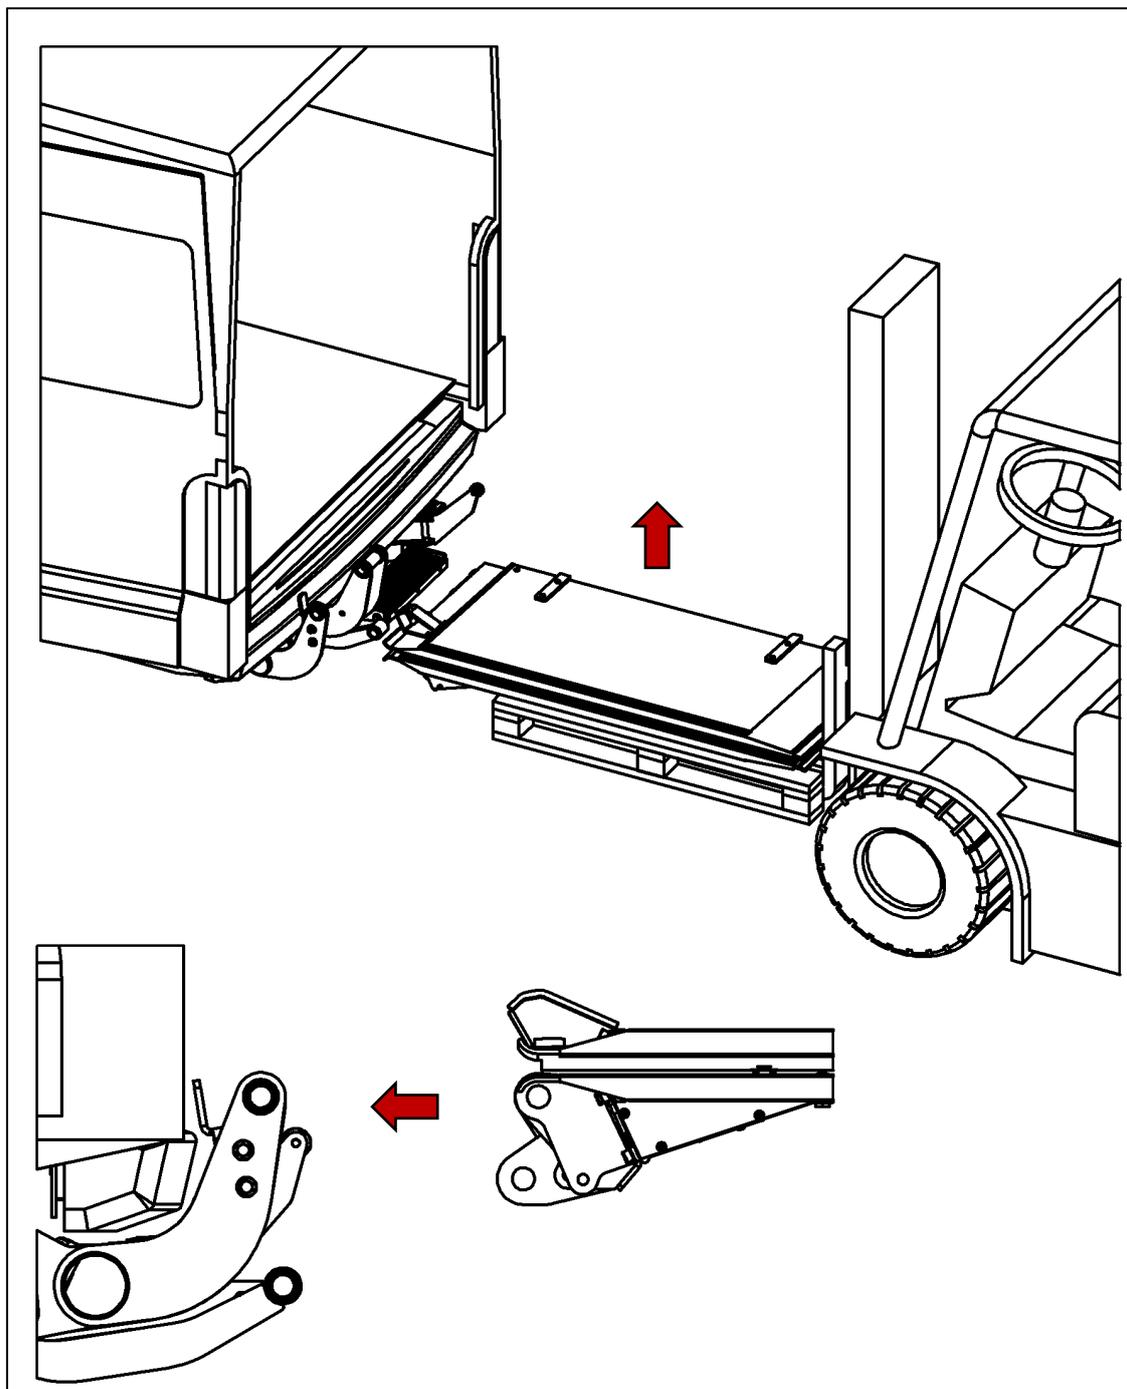

Fig. 49
- Conecte el cable del control de mano (2) a la sección de cable descubierto de la unidad de control (1) con el cintillo rojo en el lugar de instalación (ver Fig. 49).
➤ Levante la plataforma con medios adecuados, p. Ej. grúa, mesa de montaje o transpaleta y paleta (ver Fig. 49).